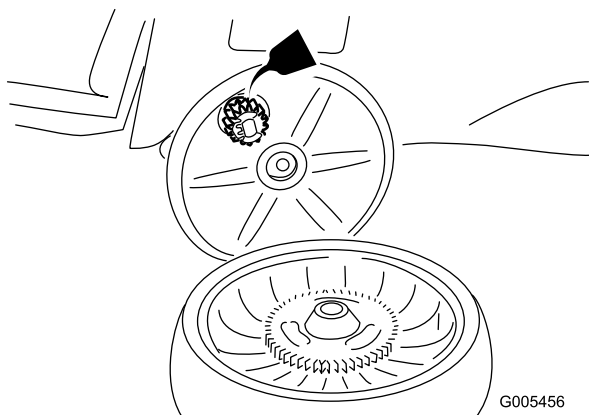

Figura 28
2. Applicate dell'olio lubrificante agli ingranaggi come illustrato in Figura 28.